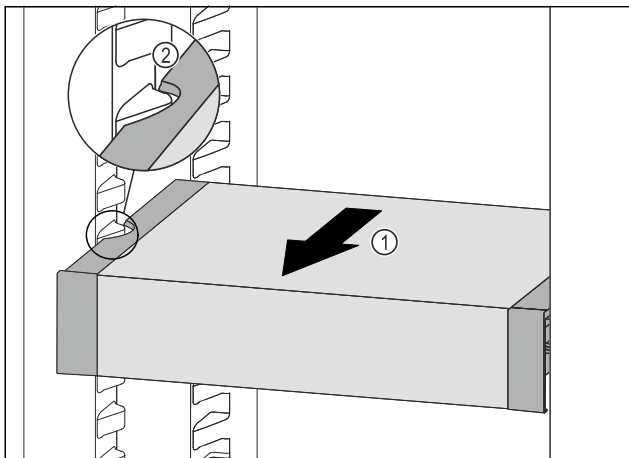

Fig. 134
- ▶ Изтеглете VarioSafe напред *Fig. 134 (1)*, докато страничните прорези на VarioSafe се намират на височината на реброто на съда в хладилната част. *Fig. 134 (2)*